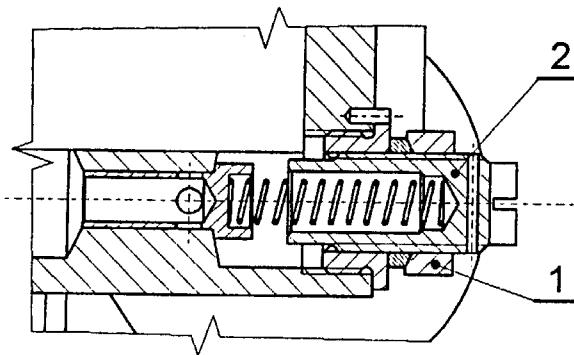

Рис. 7-7
- 1 Регулировочный винт находится в правой стороне маслонасоса см. рис. 7-7.